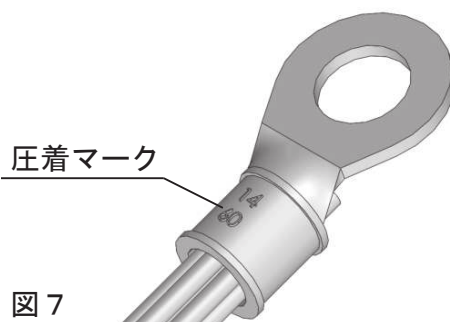

図7
- 10 スライドピンを抜き、雌ダイスを開いて、圧着した端子（スリーブ）を取り出してください。端子の圧着部分の圧着マークを確認してください。（図7）